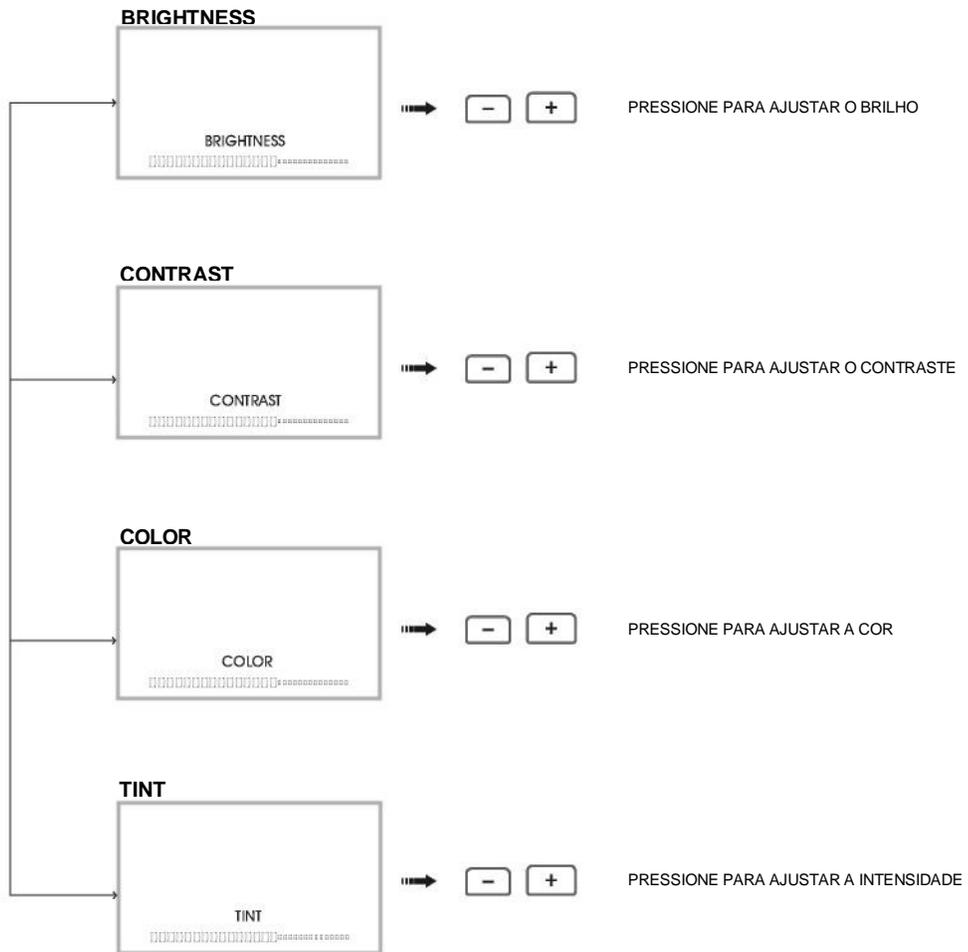

Fig.1 Controle de brilho. contraste. cor e intensidade
- Manter pressionado por 1 segundo para acessar o modo de ajuste de brilho, contraste, cor ou intensidade (Ver Fig. 1)